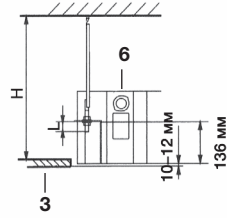
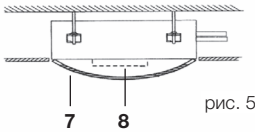

рис. 4
рис. 5
- Закрепите блок гайками на четырех шпильках и выровняйте его по горизонтали. Используйте прозрачный шланг, наполненный водой, для проверки горизонтальности корпуса с 4 сторон или по диагонали или индикатор уровня (рис. 5). Выровняйте положение агрегата таким образом, чтобы промежутки между корпусом и четырьмя сторонами отверстия были равны. Нижняя часть корпуса должна уходить в потолок на 10–12 мм (рис. 4). После того, как фанкойл помещен на место и проверена горизонтальность его установки, плотно затяните все гайки.